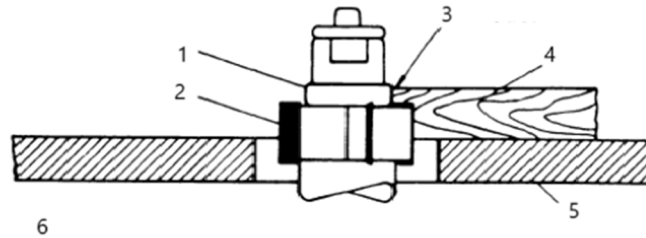

Figura 5
4. A Figura 5 ilustra uma superfície de apoio suficiente.